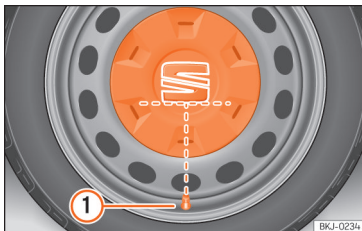

Abb. 32 Korrekte Anbringung der Radvollblende für Stahlfelgen.
- Legen Sie die Radvollblende an die Felge. Die Unterseite des Buchstabens „S“ des SEAT-Emblems muss mit dem Reifenventil übereinstimmen » » **Abb. 32** ①.